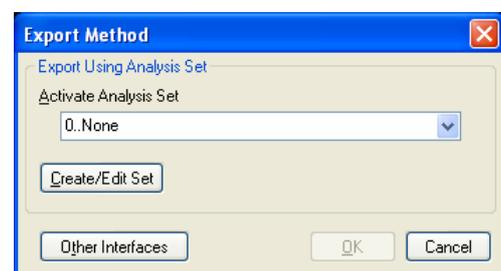
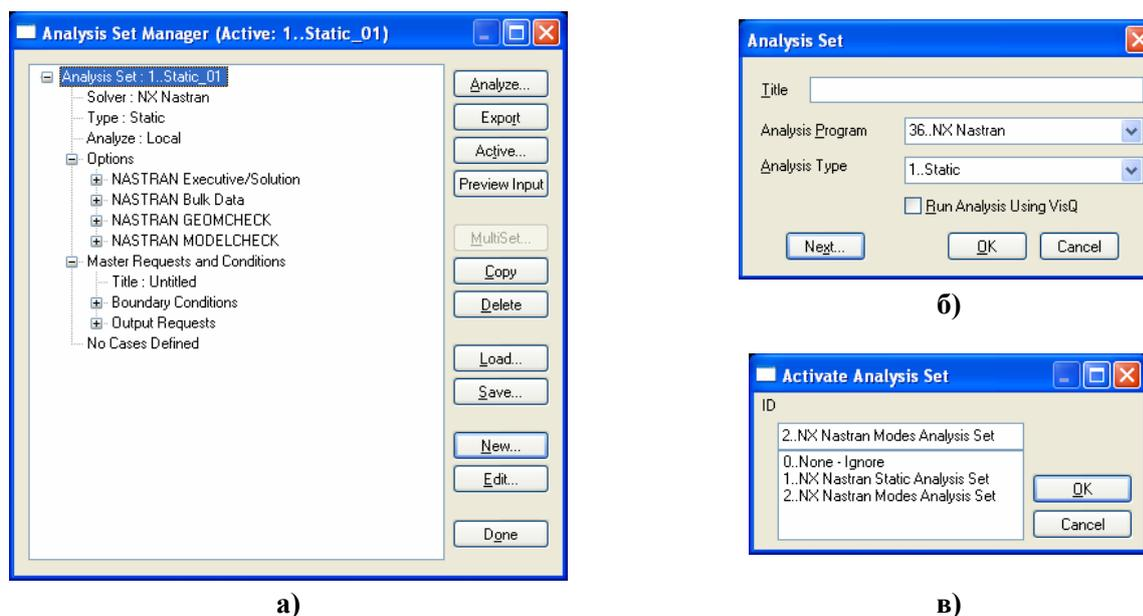

Рис.4.12. Диалоговая панель активирования задания задачи
Рис.4.13. Диалоговые панели:
Если задание еще не создано, или нет активного задания, то второй вариант вызывает диалоговую панель „**Export Method**” (см. рис.4.12), где необходимо или выбрать ранее созданное задание из списка „**Activate Analysis Set**”, или дать команду „**Create/Edit Set**”, что вызовет диалоговую панель „**Analysis Set Manager**” (см. рис.4.13-а), как и команда **Model**→**Analyze...**
**Примечание 4.1.** Если на вкладке „**Interfaces**”, что вызывается командой **File**→**Preferences...**, установить опцию „**Enabled Old Analysis Interfaces**” (см. рис.1.8-а), то будет срабатывать кнопка „**Other Interfaces**” (см. рис.4.12), которая будет вызывать диалоговые панели для за-
Для создания задания на проведение анализа краевых задач есть диалоговая панель „Analysis Set Manager” (см. рис.4.13-а).
Сначала диалоговая панель „Analysis Set Manager” пуста. Кнопкой „New” вызывается диалоговая панель „Analysis Set” (см. рис.4.13-б), где нужно указать название новой задачи (Title), выбрать из списков программу для анализа (Analysis Program) и тип краевой задачи (Analysis Type) – см. табл. 4.2.
После команды „OK” на диалоговой панели „Analysis Set Manager” будут сформированы задания для краевой задачи со стандартным набором параметров (см. рис.4.13-а). Можно создать несколько таких заданий.
С помощью кнопки „Active...” вызывается диалоговая панель „Activate Analysis Set” (см. рис.4.13-в), где одно из заданий назначается активным, или проводится их деактивация (0..None – Ignore). Кнопкой „Save...” осуществляется запись заданий в файл **analysis.esp** (в рабочей папке), а кнопкой „Load...” – их чтение из этого или другого файла. С помощью кнопки „Copy” создается копия выделенной задачи, а кнопки „Delete...” проводится удаление заданий, для выбора которых будет применена стандартная процедура. Если для задачи было сформировано несколько наборов нагрузок или закреплений, то будет активной кнопка „MultiSet...” – для создания многовариантного задания для анализа. Каждую составляющую задания можно редактировать: кнопкой „Edit...”: вызывается соответствующая диалоговая панель.
Задание, кроме основного подраздела, имеет подразделы „Options” и „Master Request and Conditions” (см. рис.4.13-а), которые в свою очередь, имеют тоже подразделы. Количество и название подразделов зависит от типа задачи и от анализатора, а содержание может изменяться с помощью диалоговых панелей, доступ к которым можно получить с помощью кнопки „Edit...” (см. рис.4.13-а) или „Next...” (см. рис.4.13-б).
Если на панели „Analysis Set Manager” (см. рис.4.13-а) выбрать подраздел „Executive/Solution” раздела „Options”, то после инициирования кнопки „Edit” появится панель